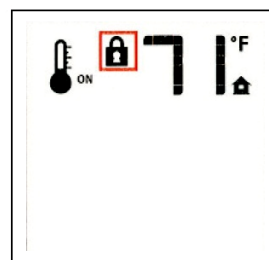

Figure 72. Verrouillé.
- Pour activer ce verrouillage, appuyez en même temps sur la touche «Mode» et sur la touche fléchée Haut. Fig. 72.